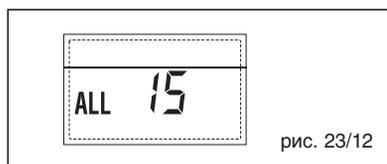

рис. 23/12
– НЕПОЛАДКА ВНЕШНЕГО ДАТЧИКА “МИГАЛКА” (рис. 23/13)